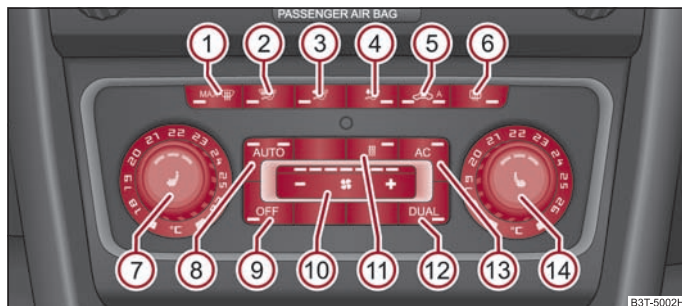

Fig. 124 Climatronic: Elementele de comandă
- Apăsați tasta **(AUTO)** ⇒ pagina 109, fig. 124.
- Când parbrizul s-a aburit, apăsați tasta  ① ⇒ pagina 109, fig. 124. După ce parbrizul s-a dezaburit, apăsați tasta .
- Apăsați tasta  ⇒ pagina 109, fig. 124.